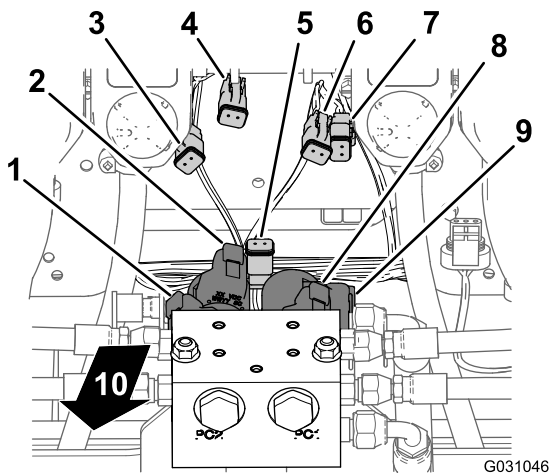
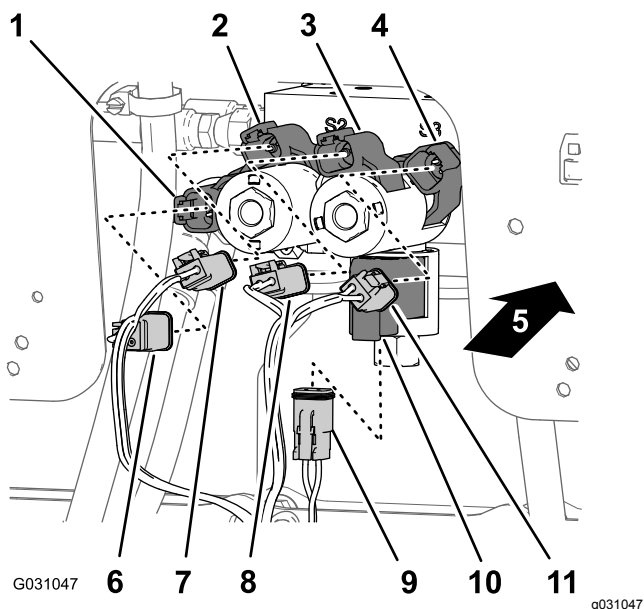

Рисунок 111
Рисунок 112
1. В нижней части коллектора подъемного цилиндра подсоедините 2-гнездовой разъем заднего жгута проводов с маркировкой **Enable Solenoid** (Электромагнит включения) к 2-штыревому разъему электромагнита включения (Рисунок 111 и Рисунок 112).
- В месте расположения нижнего правого электромагнита подсоедините 2-гнездовой разъем с маркировкой **Right Down** (Опускание правого цилиндра) заднего жгута проводов к 2-штыревому разъему электромагнита опускания правого цилиндра (Рисунок 111 и Рисунок 112).
подъема правого цилиндра (Рисунок 111 и Рисунок 112).
- В месте расположения нижнего левого электромагнита подсоедините 2-гнездовой разъем с маркировкой **Left Down** (Опускание левого цилиндра) заднего жгута проводов к 2-штыревому разъему электромагнита опускания левого цилиндра (Рисунок 111 и Рисунок 112).